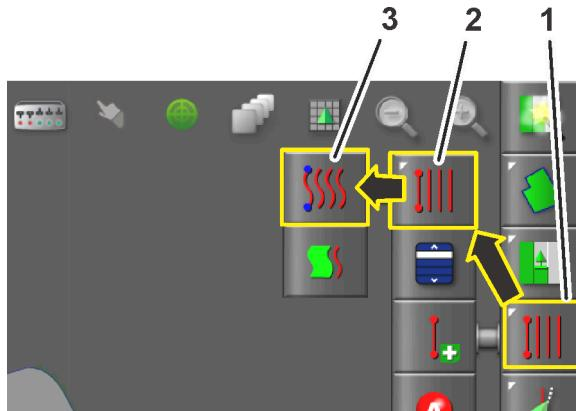

図 14
1. ガイドラインタイプを曲線ガイドライン図 14に切り替えます。